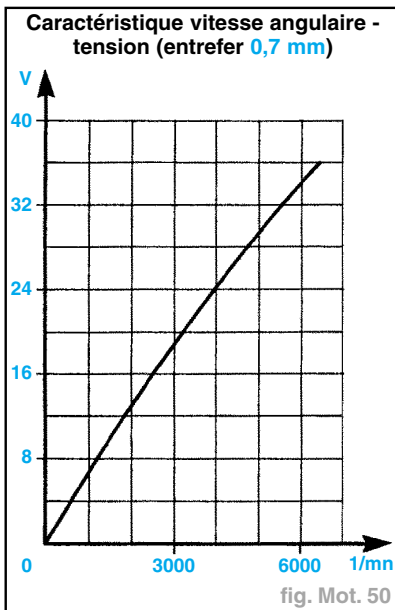

fig. Mot. 50
- Le pic de tension fourni par le capteur, avec une valeur d'entrefer donnée, sera fonction de la vitesse angulaire du moteur (fig. Mot. 50).